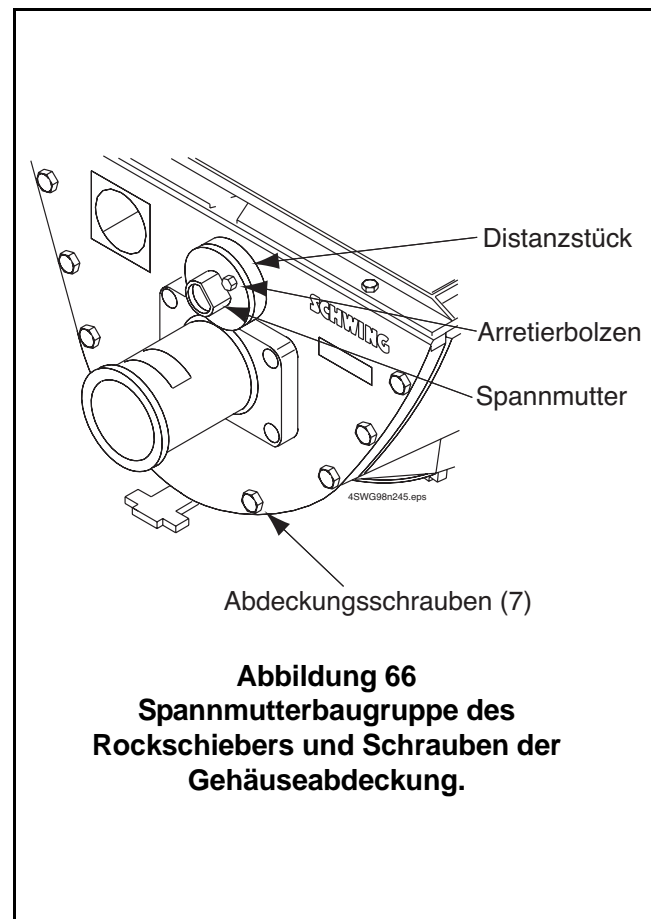

Abbildung 66
- Prüfen Sie die Spannmutter des Rockschiebers einmal wöchentlich auf Spiel. (Abbildung 66). Entfernen Sie hierzu den 16-mm-Arretierbolzen, greifen Sie die Spannmutter mit der Hand und drehen Sie sie im Uhrzeigersinn. Im Distanzstück hinter der Spannmutter befinden sich viele Löcher
- c. Lösen Sie die Spannmutter Abbildung 66.